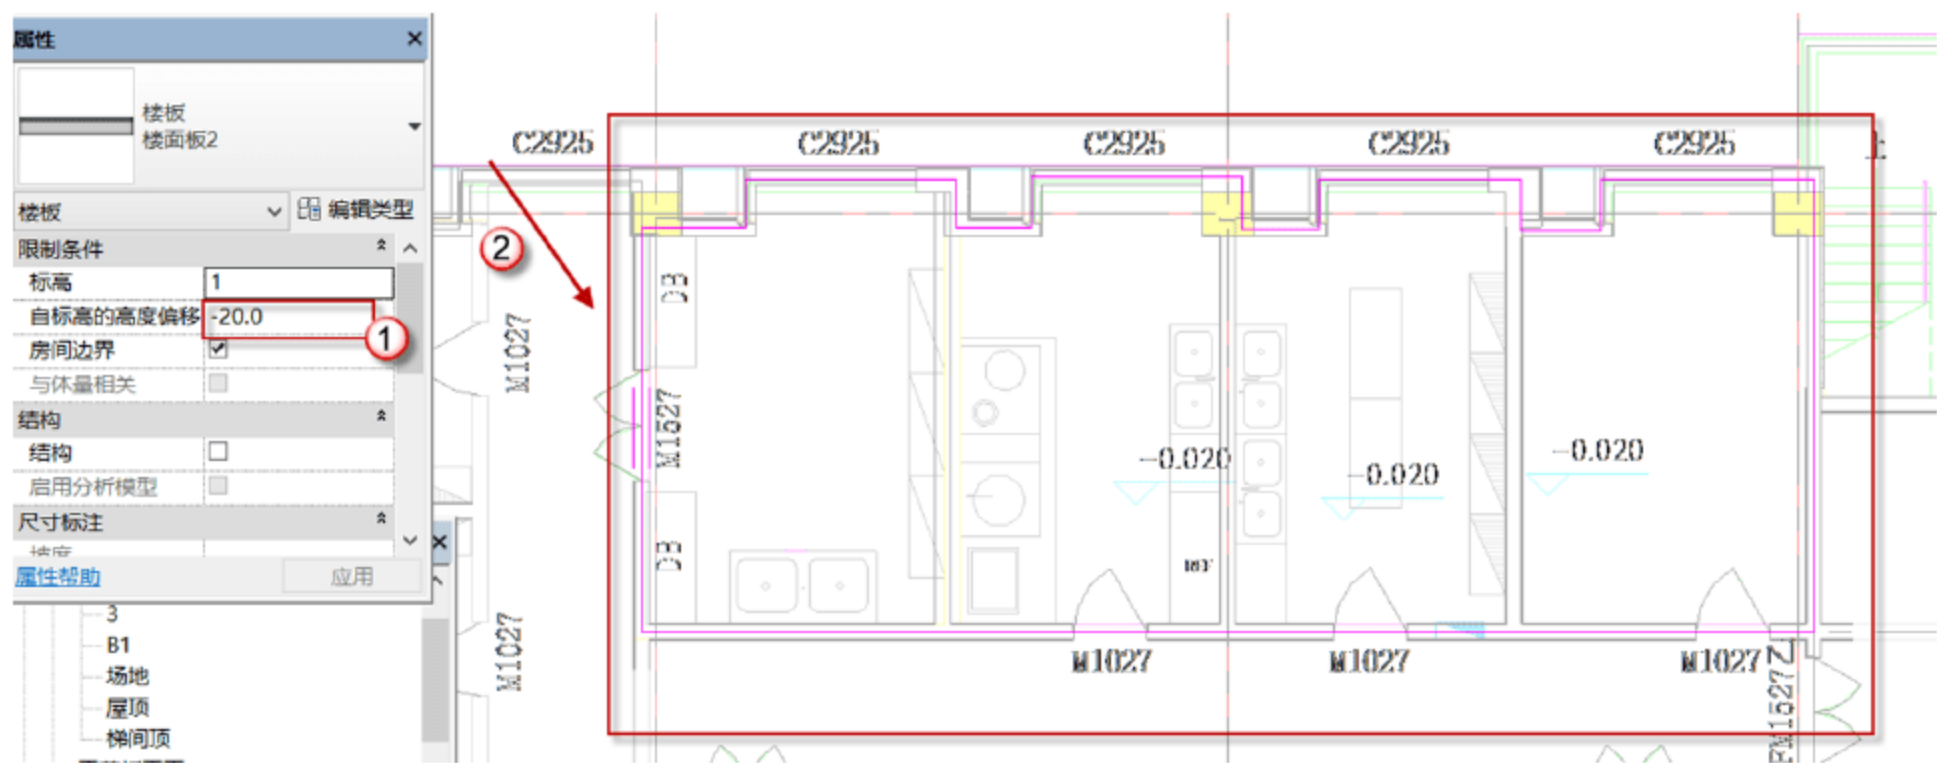

图 10.2.89 标高偏移为“-20”的“楼面板 2”的部分绘制线路
(3) 1 轴到 4 轴与 E 轴到 G 轴之间的标高为“-20”的“楼面板 2”的绘制。选择“建筑”→“楼板”→“建筑楼板”→“楼面板 2”命令，标高为“1”层，将标高改为“-20”，选用“直线”工具绘制，绘制路径如图 10.2.89 所示，绘制完成后，单击模式选项面板下的√按钮，完成楼面板 1 的部分绘制。